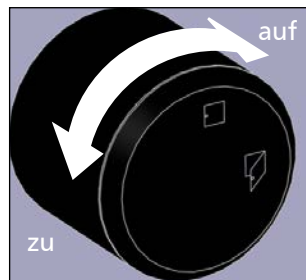

Abb. 14 Tür öffnen und schließen
▶ Zum Öffnen der Tür Griff nach rechts drehen (Abb. 14).